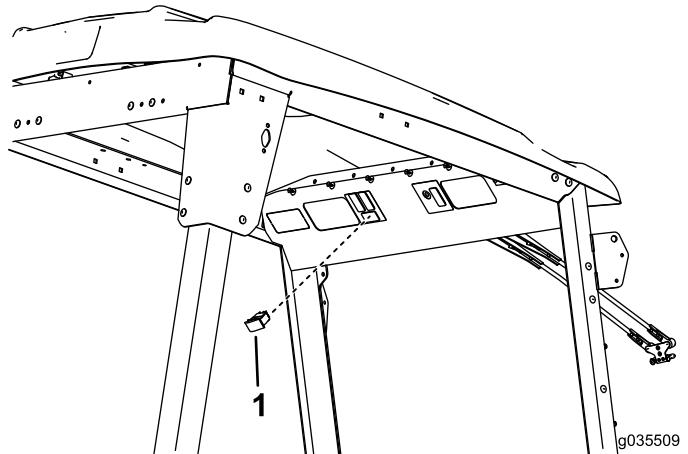

Figura 12
2. Individuate la presa nel cablaggio preassemblato preesistente e collegate l'interruttore alla presa (**Figura 12**).